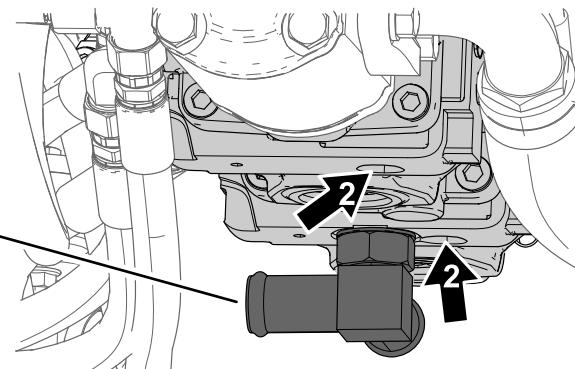

Figura 17
- 8. Ruotate il raccordo in senso antiorario in modo che il suo lato piatto si trovi allineato con l'apertura della porta della valvola di scarico (Figura 17).
- 2. Valvola di sfogo inferiore (2)
- 9. Rimuovete le 2 valvole di sfogo inferiori (Figura 17).